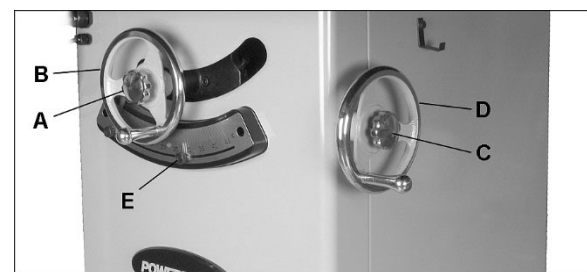

Figura 8-1
Vea la Figura 8-1.
Para subir o bajar la hoja, afloje la perilla de traba (A, Figura 8-1) y gire el volante (B) delante de la sierra hasta que se logre la altura deseada. Apriete la perilla de traba (A). La hoja debe subirse aproximadamente 1/8" por encima de la superficie superior del material que se está cortando.